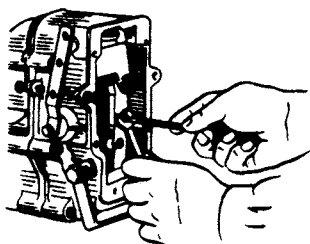

Рис. 64. Регулировка производи-
9.1. При номинальной частоте вращения  $1030 \text{ об/мин}$ , соответствующей максимальной мощности двигателя, средняя цикловая подача должна быть равна  $93\text{—}97 \text{ мм}^3/\text{цикл}$  для двигателя ЯМЗ-240М2,  $138\text{—}142 \text{ мм}^3/\text{цикл}$  для ЯМЗ-240НМ2,  $117\text{—}121 \text{ мм}^3/\text{цикл}$  — для ЯМЗ-240ПМ2. Величина этой подачи регулируется винтом регулировки номинальной подачи (рис. 64). При вывертывании винта подача уменьшается, при вывертывании — увеличивается.